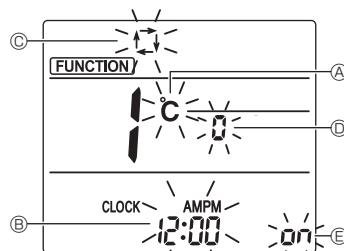

Fig. 7-10
- Pulse el botón Ⓛ ④ para cambiar el n.º de función.
3. Compruebe que se muestra la función N.º "1", y luego pulse el botón Ⓛ SET ③.
- Se visualizará la pantalla de configuración de la visualización. (Fig. 7-10)